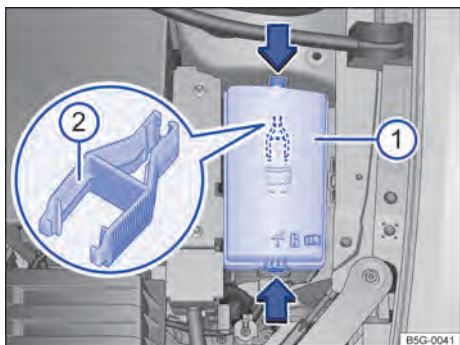

Fig. 218 No compartimento do motor: cobertura  da caixa de fusíveis com pinça de plástico .
- Pressionar os travamentos no sentido da seta → **Fig. 218** (seta), para destravar a cobertura da caixa de fusíveis → **Fig. 218** .
No lado interno da cobertura da caixa de fusíveis no compartimento do motor, pode haver uma pinça de plástico para a retirada dos fusíveis → **Fig. 218** .